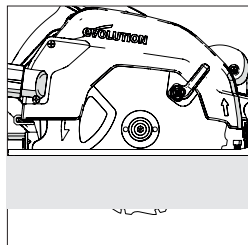

Fig. 12
- Dans la plupart des cas, la profondeur de coupe doit être réglée sur la valeur correspondant à l'épaisseur du matériau à découper, plus l'épaisseur de la moitié d'une dent de scie (du bout de la dent jusqu'à sa racine). (**Fig.12**)